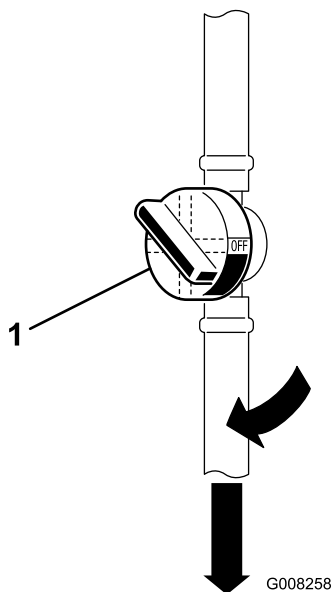

Bild 8
1. Öffnen Sie den Kraftstoffhahn der sich zwischen dem Kraftstofftank und dem Motor befindet (Bild 8).